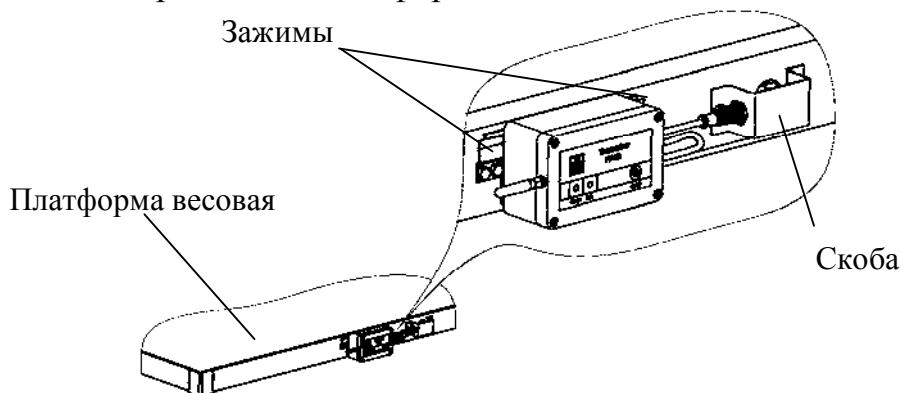

Рис. 4.3 - Установка приемопередатчика
4.1.4.2 Ввернуть антенну в корпус приемопередатчика. Установить приемопередатчик в зажимы на внешнем контуре платформы, как показано на рис. 4.3, соединив разъем приемопередатчика с разъемом платформы.
- установить приемопередатчик в зажимы, как показано на рис. 4.3, соединив разъем приемопередатчика с разъемом платформы.